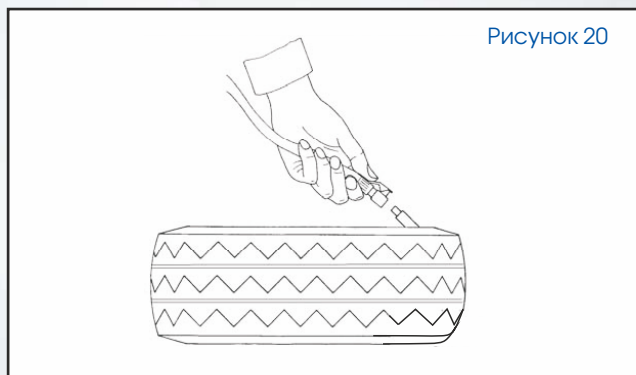

Рисунок 20
- Нажимая на педаль (15), поверните поворотный стол по часовой стрелке. При вращении колеса сбегаящий край шины удерживайте в ручье обода (рисунок 20).